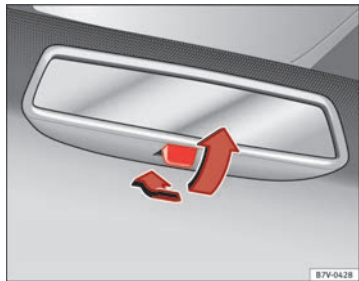

Abb. 64 Manuell abblendbarer Innenspiegel.
- Zum Abblenden Hebel nach hinten ziehen ⇒ Abb. 64.